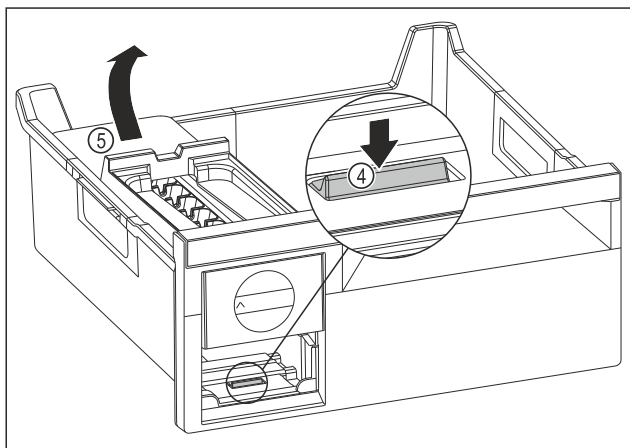

Fig. 76
- Udtagning af EasyTwist-Ice-legemet: Tryk lasken Fig. 76 (4) ned med fingeren, og løft samtidigt EasyTwist-Ice-legemet Fig. 76 (5) med den anden hånd.